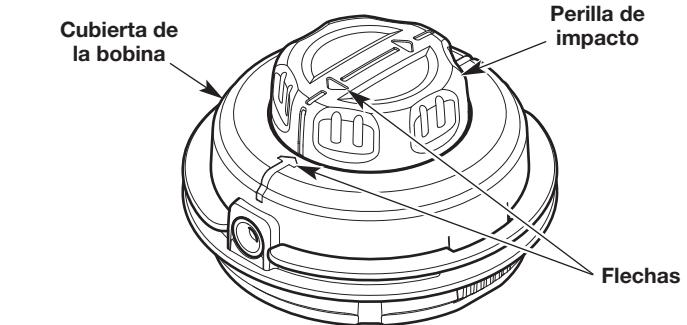

Fig. 24
- Gire la perilla de impacto para alinear las flechas de la perilla con las flechas de la cubierta de la bobina (Fig. 24).